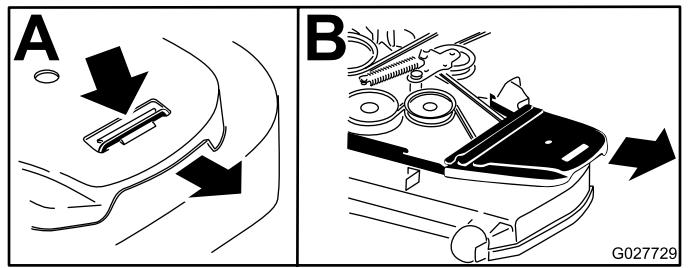

Figura 59
7. Retire las cubiertas de la correa (Figura 59).